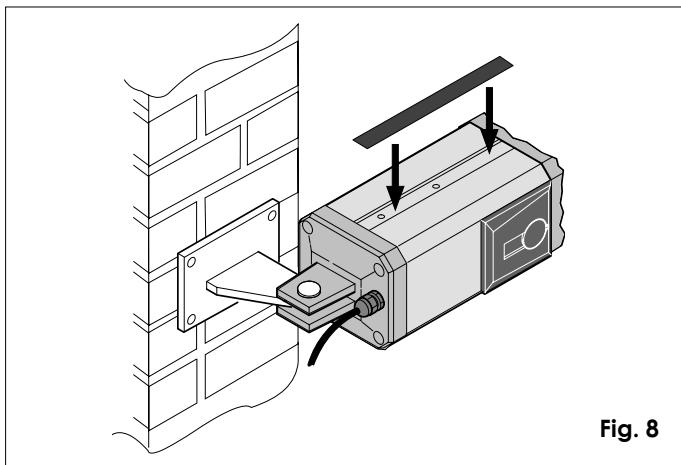

Fig. 8
- 13) Applicare l'etichetta metallica nella feritoia presente nella parte superiore del motore, in modo da chiudere i fori presenti come da fig.8. Non chiudere invece i fori presenti nella parte inferiore.